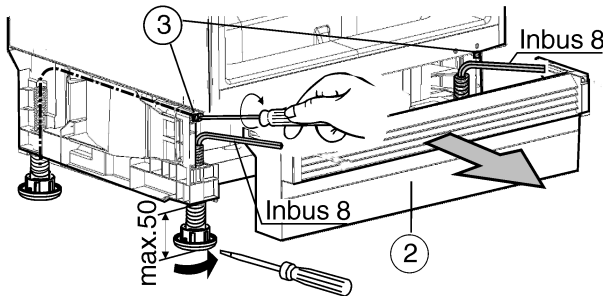

Fig. 10
- ▶ Apparaat aan de hand van de stelvoetjes nauwkeurig uitlijnen: achterste stelvoetjes via de schroeven Fig. 10 (3) uitlijnen. Voorste stelvoetjes met behulp van een schroevendraaier, bij ingedraaide stelvoetjes met inbusleutel, 8 mm uitschroeven. Apparaat moet tussen vloer en aanrecht licht in de nis worden ingeklemd!